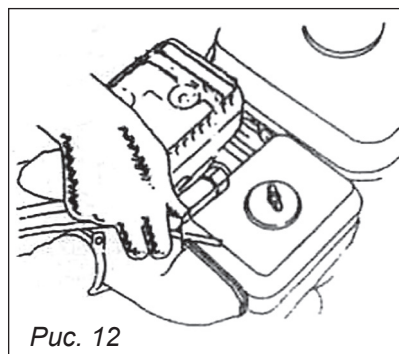

Рис. 12
• Снимите наконечник свечи зажигания, удалите грязь вокруг свечи (рис. 12).